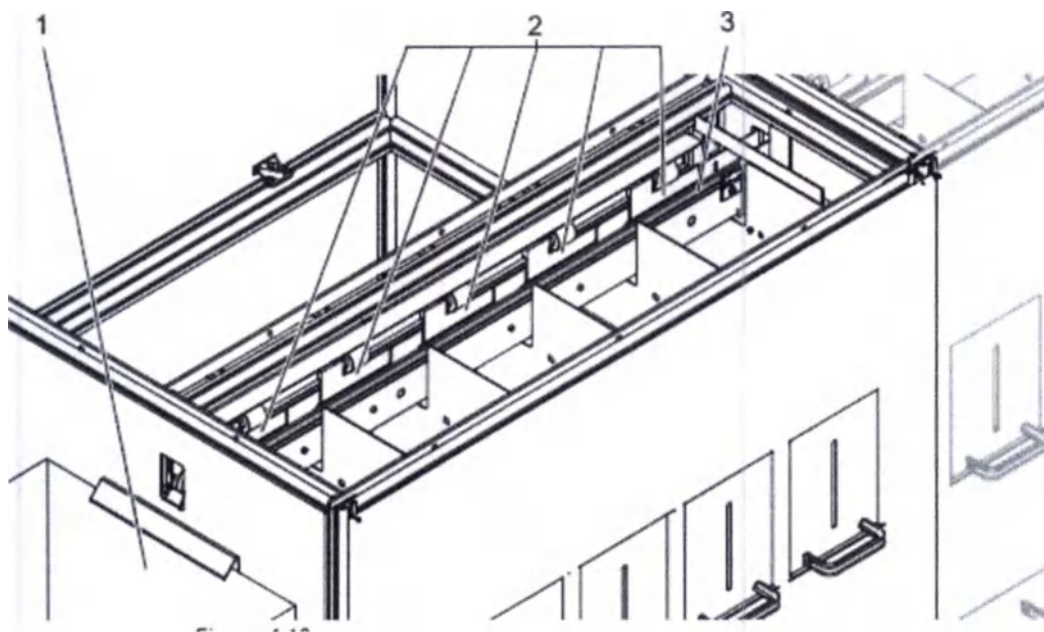

Рисунок 4.17. Сортировочная лента в дополнительном сортировочном модуле
В этой позиции пробирка с образцом транспортируется из устройства посредством сортировочной ленты (рис. 4.17, (3)).